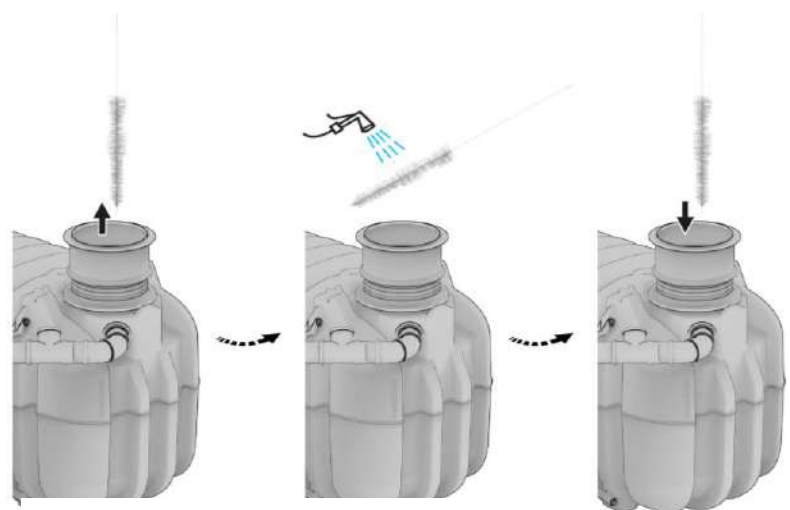

Fig. 54: Nettoyage du préfiltre
4. Tenir la brosse filtrante au-dessus du regard ouvert de la cuve de prétraitement et la nettoyer avec un jet d'eau (voir Fig. 54)